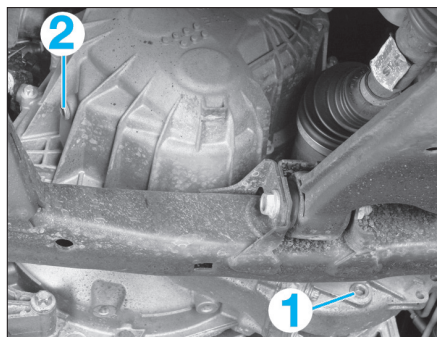

FIG. 9
- Déposer le bouchon de vidange (1) (fig. 9).